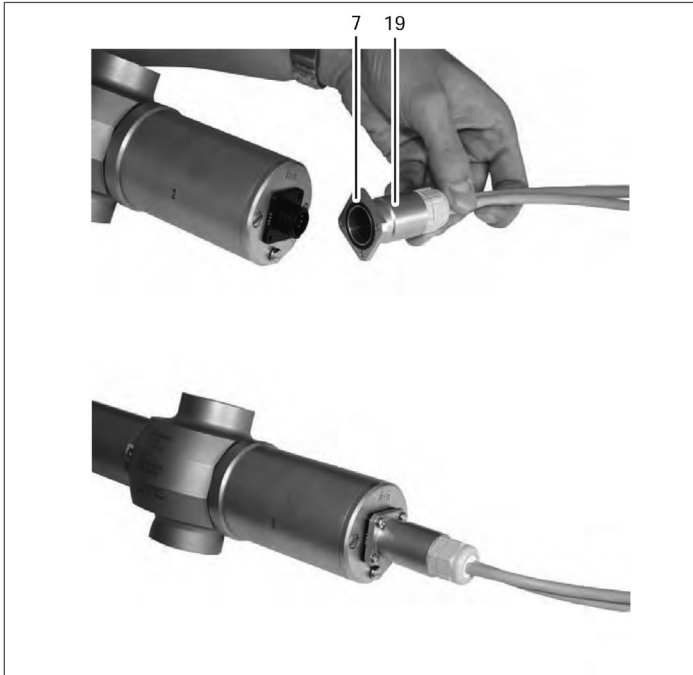

Fig. 10 - Connessione del cavo del sensore con protezione della spina
2. Verificare la presenza degli O-Ring (7, Fig. 10) di protezione della presa.
4. Serrare le 4 viti della protezione della spina (19) con la rondella.